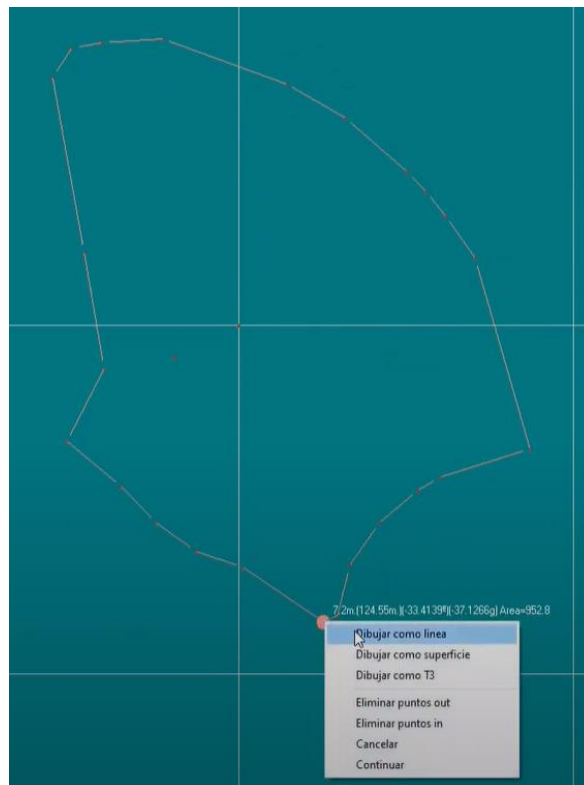

Figura 329. Cerrado de la poligonal.
35. Dar clic en orden y en secuencia de las manecillas del reloj sobre todos los vértices importados. Al cerrar la poligonal aparecerá un menú de opciones, seleccionar “Dibujar como línea”. Figura 329.